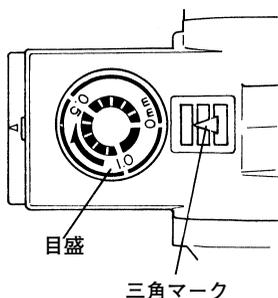

図 6
- (1) ノブを目盛りの矢印の方向(時計の針の回転方向)に回し、目盛りを三角マークに合せます。目盛りの単位は mm です。(図6)
- (2) 切込み深さは0～1 mmまで調整できます。